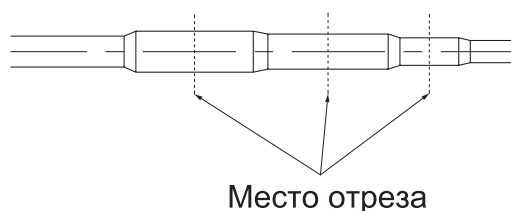

Рис. 12.7.
12.5.8. Разветвитель имеет разные диаметры в разных сечениях. В зависимости от мощности блока и диаметра трубки разветвитель отрезается в нужном сечении (рис.12.7.).